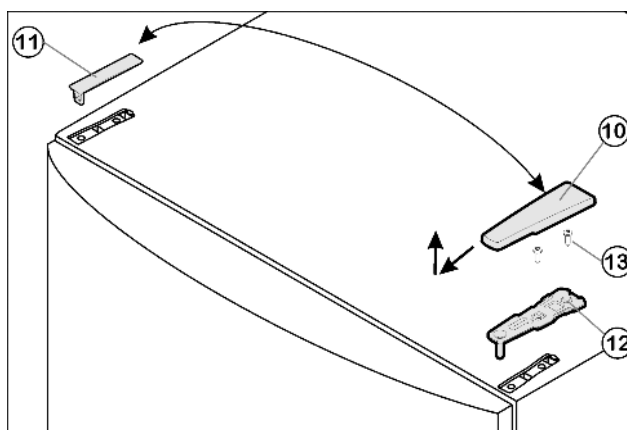

Fig. 4
- Kryt Fig. 4 (10) stáhněte dopředu a nahoru.
- Kryt Fig. 4 (11) zvedněte.
- Horní stojan ložiska Fig. 4 (12) odšroubujte (2 krát Torx® 25) Fig. 4 (13) a stáhněte nahoru.
- Horní stojan ložiska Fig. 4 (12) vložte na nové straně závěsu do dvířek.
- Horní stojan ložiska Fig. 4 (12) přišroubujte (**s 4 Nm**) (2 krát Torx® 25) Fig. 4 (13). Díry pro šrouby případně předem propíchněte nebo použijte akumulátorový šroubovák.
- Kryt Fig. 4 (10) a kryt Fig. 4 (11) zatlačte vždy na opačné straně.